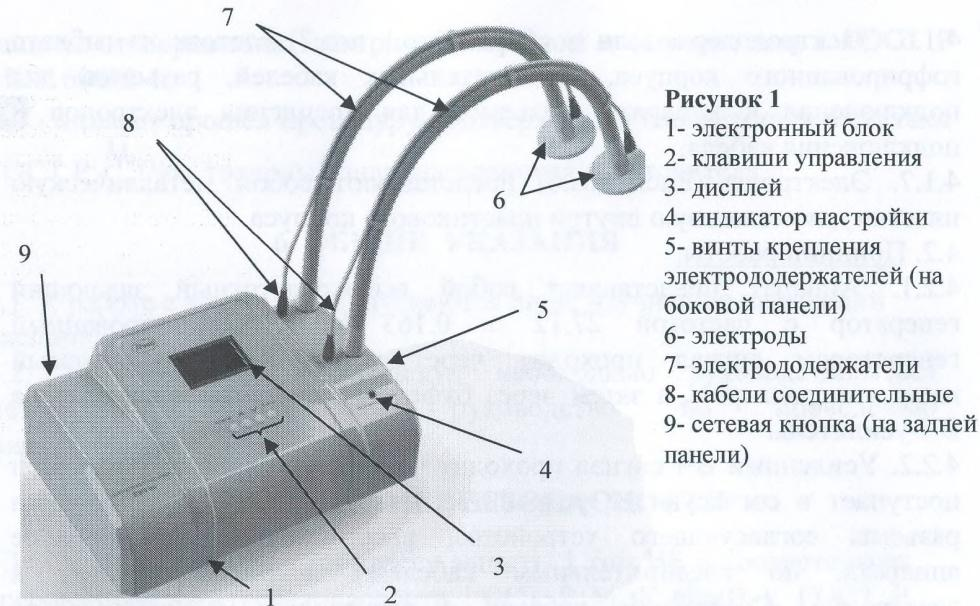

Рисунок 1
4.1.1. Аппарат состоит из электронного блока, электрододержателей и электродов (Рис.1).
4.1.2. Электронный блок аппарата (Рис.1.поз.1) находится в пластиковом корпусе и состоит из: блока питания, высокочастотного генератора, платы управления питанием, согласующего устройства, платы фильтра, системы охлаждения.
4.1.3. На передней панели аппарата расположены дисплей (Рис.1.поз.3), клавиши управления (Рис.1.поз.2), служащие для установки необходимых параметров, индикатор настройки (Рис.1.поз.4), предназначенный для сигнализации настройки выходного контура в резонанс. Так же в правой части передней панели аппарата расположены гнезда для установки электрододержателей и подключения соединительных кабелей.
4.1.4 На правой боковой панели аппарата расположены винты (Рис.1.поз.5), предназначенные для фиксации электрододержателей в гнездах.
4.1.5. На задней панели аппарата расположены: сетевая кнопка (Рис.1.поз.9) и вентиляционная решетка.
4.1.6. Электрододержатели в сборе (Рис.1 поз.7) состоят из гибкого гофрированного корпуса, соединительных кабелей, разъемов для подключения к аппарату, разъемов для крепления электродов и подключения кабеля.
4.1.7. Электроды (Рис.1.поз.6) представляют собой металлическую пластину, помещенную внутри пластикового корпуса.
9.5. Клавишами " \wedge " - больше или " \vee " - меньше (Рис.1 поз.2) установить требуемое время процедуры. Значение времени при этом отображается на дисплее.
9.7. Далее клавишами " \wedge " или " \vee " (Рис.1 поз.2) установить требуемое значение мощности. После установки мощности включится автоматическая настройка выходного контура в резонанс. По окончании автоматической настройки, на корпусе загорится «Индикатор настройки» (Рис. 1 поз.4)